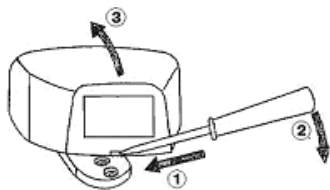

Рисунок 33
2.5.5.2.1 Чтобы снять крышку корпуса, вставьте небольшую отвертку в щель фиксатора в нижней части корпуса и отожмите его (рисунок 33).
2.5.5.3.1 Для проверки положения зоны обнаружения (рисунок 33) установите переключку «ИНД» (индикатор включен). Подключите питание извещателя и выждите одну минуту. Начните проход через зону обнаружения со скоростью от 0,5 до 1 м/с. При пересечении двух лучей зоны обнаружения извещатель выдаст тревожное извещение (включится световой индикатор). Пересекая зону обнаружения с противоположной стороны, определите другой ее край. В отсутствии движения, в зоне обнаружения тревожное извещение выдаваться не должно. Если в зону обнаружения попадают какие-либо предметы (карнизы окон, наличники дверей), то необходимо изменить положение зоны обнаружения (см. п. 9).